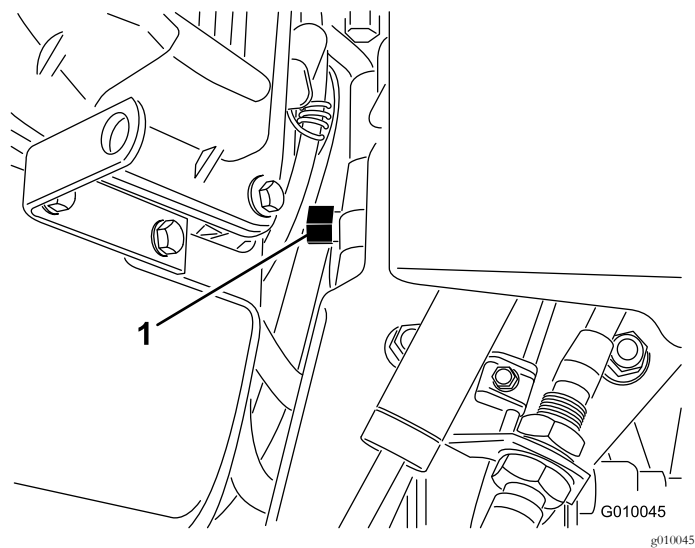

图30
2. 找到发动机与静液压泵之间的旁通阀 图30。
3. 使用 16mm 扳手将旁通阀逆时针旋转 1 圈。这样可以使液压油旁通过泵以允许车轮转动 图30。
- 要再次操作打孔机请将旁通阀顺时针旋转 1 圈 图30。